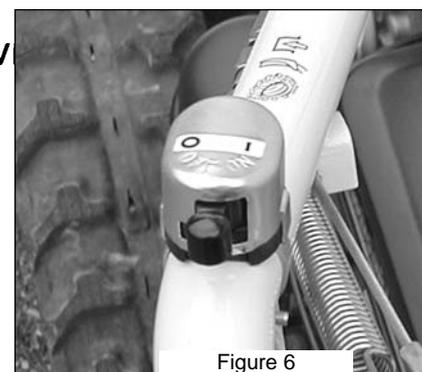

Figure 6
Ce contacteur (Figure 6) permet la mise sous/hors tension du circuit d'allumage de la machine. Placez le contacteur sur la position « I » pour lancer le moteur. Placez le contacteur sur la position « O » pour arrêter le moteur.
- Arrêtez le moteur en plaçant le commutateur d'allumage sur "off" (Figure 6)